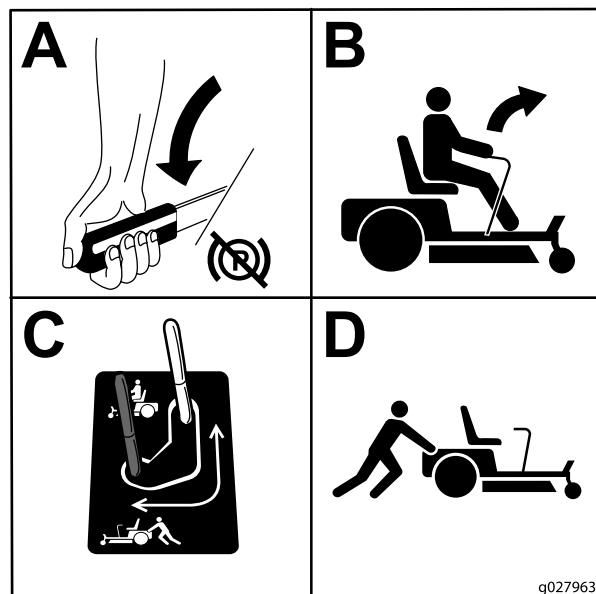

Figure 28
3. Pour pousser la machine, déplacez les leviers de dérivation en arrière et bloquez-les en place comme montré à la Figure 28.
5. Pour utiliser la machine, déplacez les leviers de dérivation vers à la position AVANT (Figure 28).